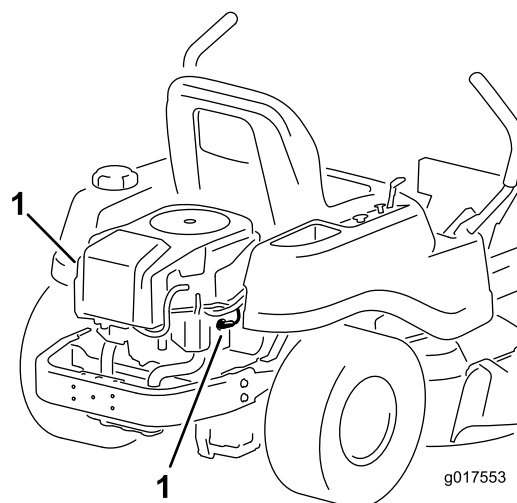

Figure 32
2. Avant de retirer la(les) bougie(s), nettoyez la surface autour de la base de la bougie pour empêcher la poussière et les débris de pénétrer dans le moteur. Débranchez la ou les bougies (Figure 32).
3. Rebranchez le fil de la bougie (Figure 32).